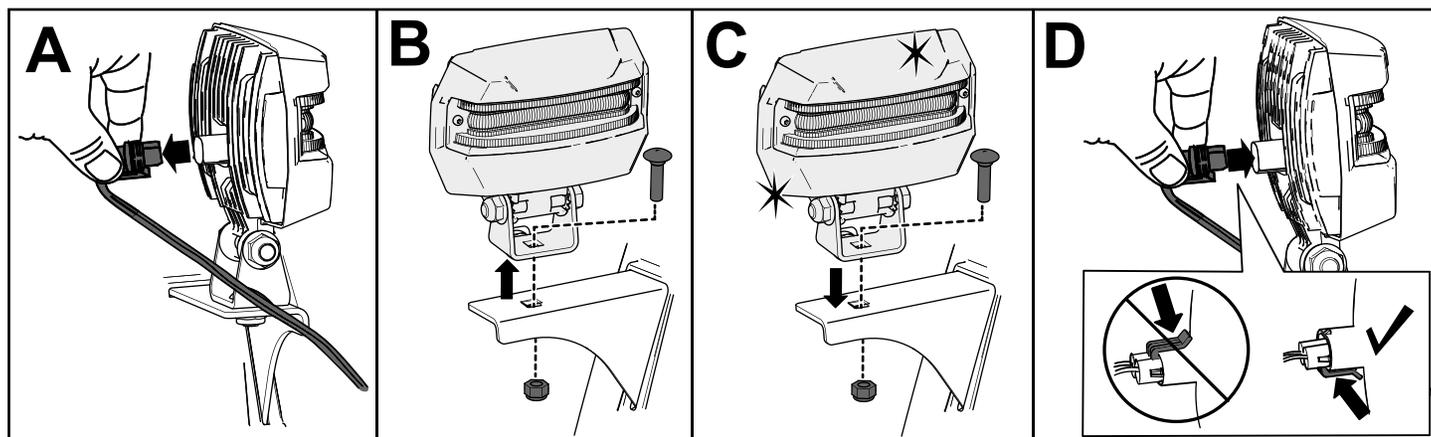

Figura 40
1. Rimuovete il filo del faro anteriore dal retro del faro anteriore (A della Figura 40).
2. Rimuovete il bullone e il dado che fissano il gruppo del faro anteriore sulla relativa staffa e poi smontate il vecchio gruppo del faro anteriore (B della Figura 40).
3. Fissate il nuovo gruppo del faro anteriore sulla relativa staffa con il dado e il bullone rimossi in precedenza (C della Figura 40).
4. Inserite il filo del faro anteriore dritto nel retro del faro anteriore sinché non è saldamente in sede (D della Figura 40).